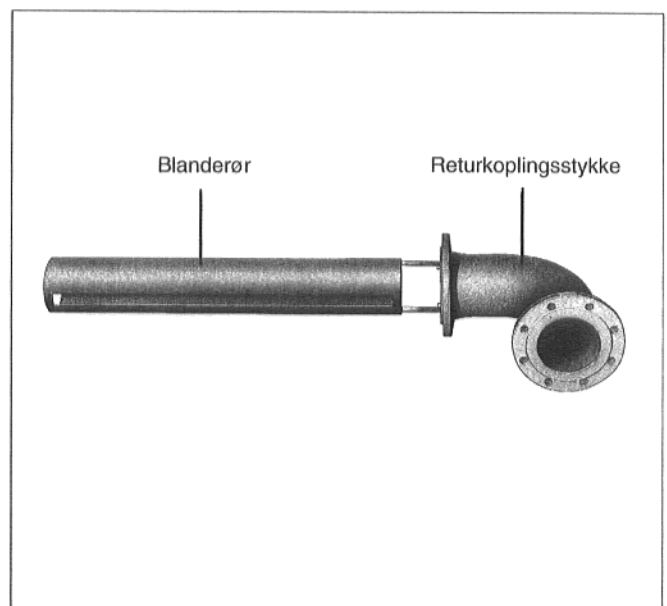

Fig. 23
- Blanderøret (kun på kjeler fra 14 elementer og oppover) skrues på returkopplingsstykket (fig. 23).
- ⚠ Returkopplingsstykket og utgangene til blanderøret må alltid stå vannrett (fig. 23). Denne innbyggingsposisjonen er nødvendig for å sikre en korrekt fordeling av returvannet og dermed en feilfri funksjon av kjelen.